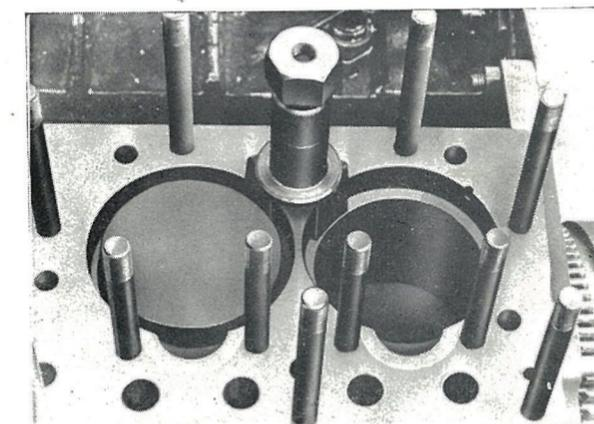

FIG. 22
4. Après enlèvement des collerettes de deux cylindres voisins, maintenir les chemises à l'aide des outils de service FT 112 et FT 3 B (fig. 22).